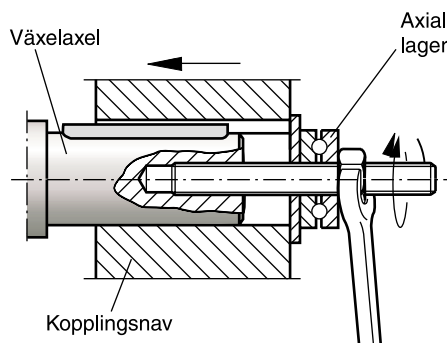

Bild 3: Exempel på monteringsverktyg
Bild 3 visar ett exempel på ett monteringsverktyg för montering av kopplingar eller nav på växel- eller motoraxel. Eventuellt kan monteringsverktygets axiallager uteslutas.
- Montera in- och utgående kraftöverföringskomponenter endast med hjälp av monteringsverktyg (se Bild 3). Använd centrumgången i axeländen för att sätta an pådragaren.